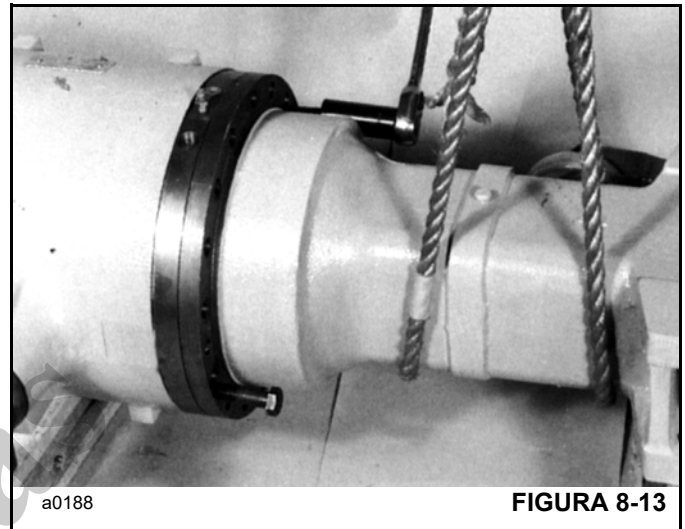

FIGURA 8-13
- b. Remova o braço do eixo da cabeça de acionamento utilizando os parafusos de fixação da cabeça de acionamento, Figura 8-13. Remova todos os resí-